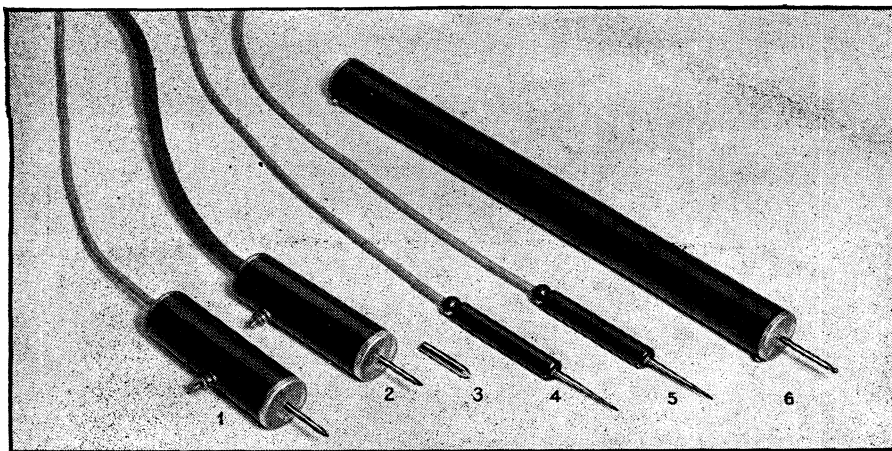

Fig. 4. — Les différentes sondes et pointes de touche que l'on doit utiliser avec le CONTROLEUR UNIVERSEL ELECTRONIQUE, le n° 6 étant la sonde T.H.T.
La diode EA 50, de même que le condensateur et la résistance associés, est enfermée dans un probe que l'on utilise pour mesurer les tensions alternatives à l'aide du voltmètre électronique (2, de la photographie de la figure 4). Lorsque ce probe est utilisé en « signal-tracer », sa pointe reçoit l'embout 3 (fig. 4), qui contient simplement une très faible capacité (2,5 pF).
3. — Placer l'embout spécial 3 (fig. 4) sur la pointe du probe ;